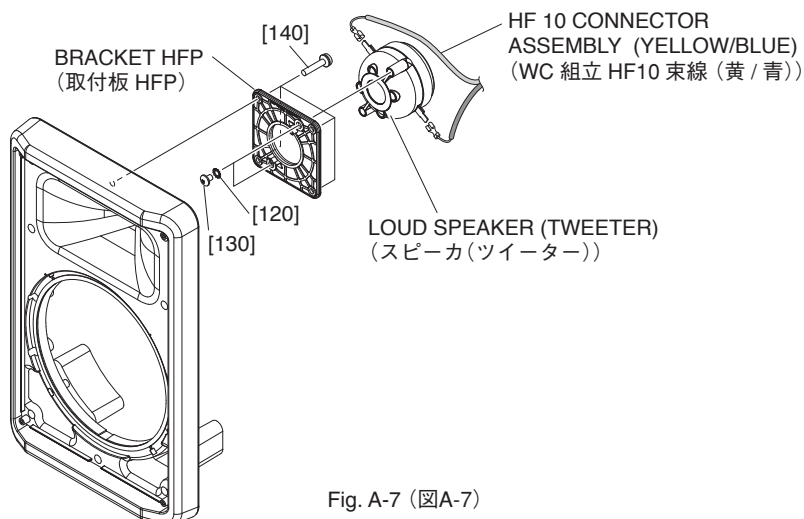
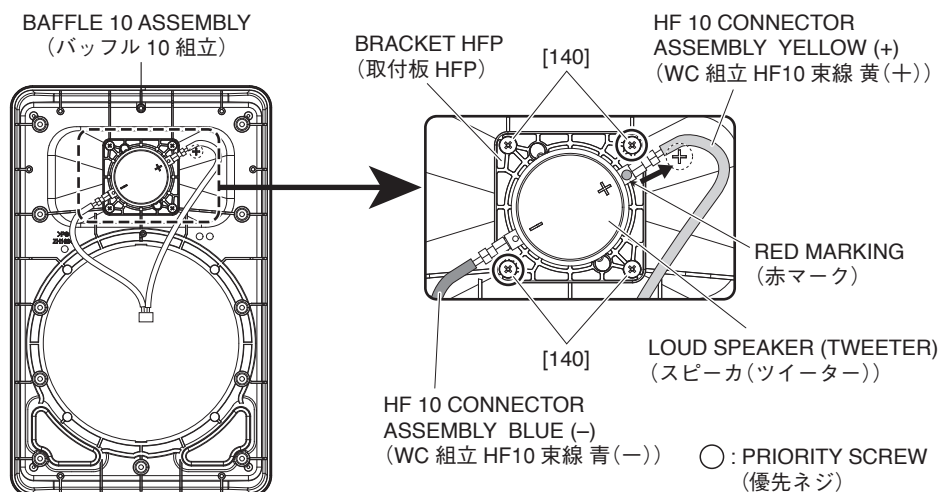

Fig. A-7 (図A-7)
Fig. A-8 (図A-8)
- A-4-4 Remove the HF 10 connector assembly (yellow/blue) attached to the loud speaker (tweeter) terminal. (Fig. A-7, Fig. A-8)
- A-4-5 Remove the four (4) screws marked [140]. The bracket HFP can then be removed together with the loud speaker (tweeter). (Fig. A-7, Fig. A-8)
- * **When installing the bracket HFP, first tighten the two (2) priority screws as shown in Fig. A-8.**
- A-4-6 Remove the two (2) screws marked [130] and two (2) washer o. tooth marked [120]. The loud speaker (tweeter) can then be removed from the bracket HFP. (Fig. A-7)
- A-4-4 スピーカ (ツイーター) 端子に取り付けられている WC 組立 HF10 束線 (黄 / 青) を外します。(図 A-7、図 A-8)
- A-4-5 [140] のネジ 4 本を外して、スピーカ (ツイーター) と共に取付板 HFP を外します。(図 A-7、図 A-8)
- ※ 取付板 HFP を取り付けるときは、図に示す優先ネジ 2 本を先に締めてください。(図 A-8)
- A-4-6 [130] のネジ 2 本と [120] の歯付座金外歯 2 個を外して、取付板 HFP からスピーカ (ツイーター) を外します。(図 A-7)